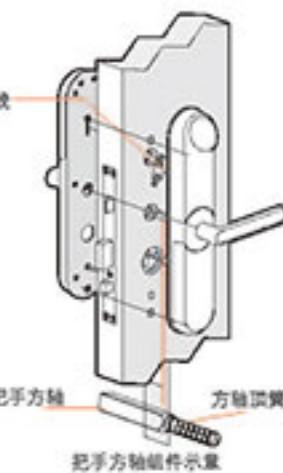

图9
- 7-1-2 如图9，首先将把手方轴不带方轴顶簧的一端插入锁体对应的孔内。